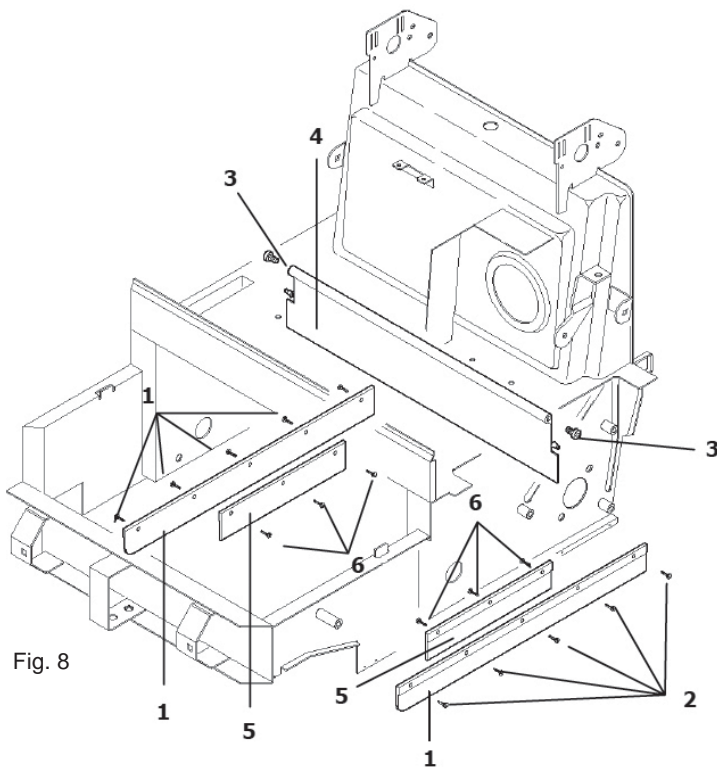

Fig. 8
Per sostituire i flap laterali (pos. 1 Fig. 8) togliere le ruote posteriori. Svitare le viti di fissaggio dei flap al telaio (pos. 2 Fig. 8) e sostituirli con quelli nuovi.
Per sostituire i flap laterali interni (pos. 5 Fig. 8) sollevare la parte anteriore della macchina e svitare le viti (pos. 6 Fig. 8) di fissaggio dei flap al telaio. Sostituirli con quelli nuovi.
- Svitare i due perni di fissaggio flap (pos. 3 Fig. 8) posti ai lati del telaio.
- Afferrare e tirare il flap (pos. 4 Fig. 8) verso l'esterno della macchina.